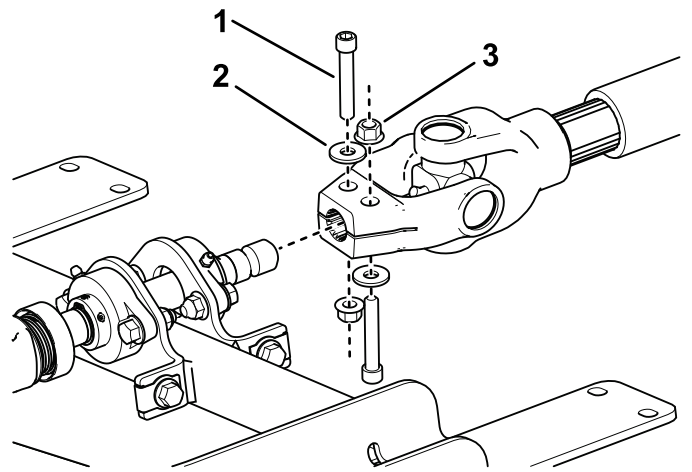

Figura 14
6. Usando las fijaciones de conexión de la TDF retiradas en 3 Preparación de la unidad de tracción \(página 8\), sujete el árbol de la TDF de la unidad de tracción al eje acanalado de conexión de la placa de montaje, como se muestra en la Figura 14.